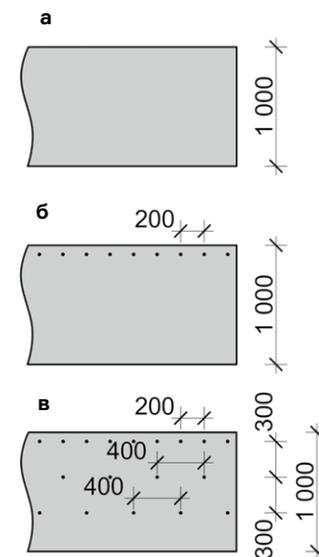

Рис. 11. Схема расположения крепежа для подкладочных ковров Döcke.
4.1.4 Самоклеящиеся подкладочные ковры Döcke допустимо монтировать без дополнительной механической фиксации при температуре окружающего воздуха не ниже +15 °C (рис. 11а). Самоклеящийся подкладочный ковер необходимо крепить гвоздями (тип 1, таблица №1) по схеме приведенной на рис. 11в в тех случаях, когда планируются перерывы в работе, а так же в случае осуществления монтажа при температуре ниже +15 °C.